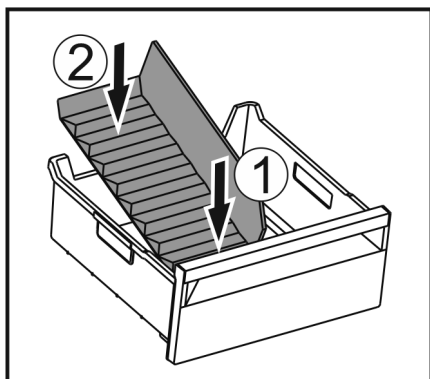

Fig. 75
- ▶ Włożyć przednią część separatora do szuflady na lód. Fig. 75 (1)
- ▶ Tylną część separatora do szuflady na lód opuścić na dno szuflady. Fig. 75 (2)